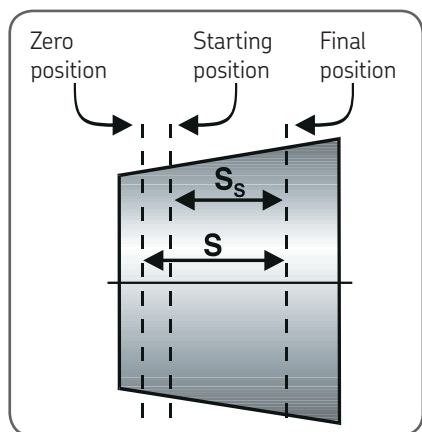

Figura 14. Posición del rodamiento
tuerca HMV(C) E. Véase la figura 14. También puede enroscar directamente el manómetro digital SKF en la tuerca hidráulica. Cale el rodamiento en el cono la distancia necesaria. Utilice un comparador para vigilar el calado axial. La presión hidráulica inicial (MPa/psi) y el calado axial (mm) se pueden encontrar en [skf.com/mount](http://skf.com/mount) o descargando el Programa para PC del método de calado de rodamientos SKF Drive-up en [skf.com](http://skf.com). Alternativamente, descargue la aplicación del método SKF Drive-up en App Store o en Google Play.